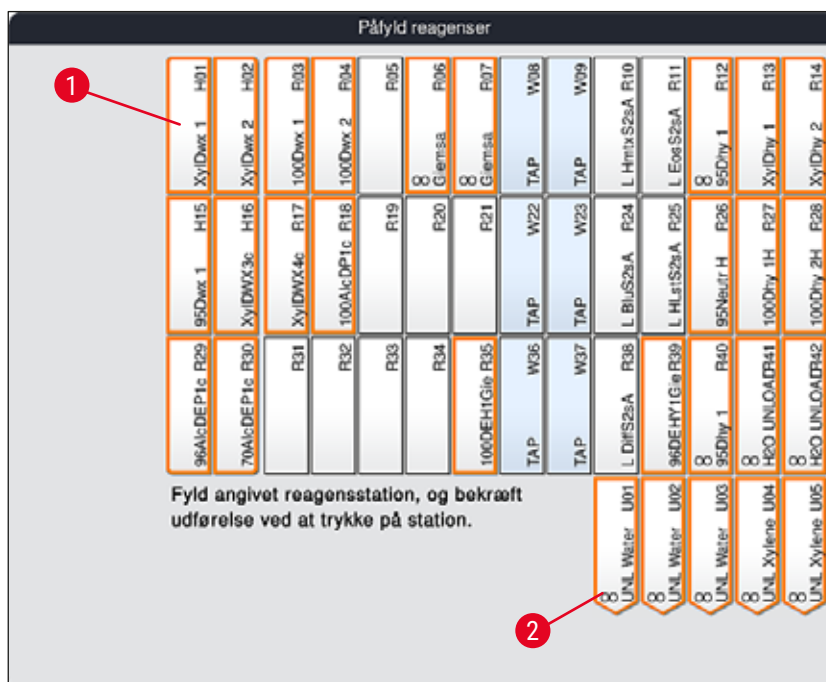

Fig. 56
2. I det nye vindue **Påfyld reagenser** (→ "Fig. 56") er de stationer, som skal fyldes, markeret med orange (→ "Fig. 56-1").
Kun brugerdefinerede og tilføjede reagenser fra Leica-farvningsprogrammer vises med orange markering (→ "Fig. 56"). Derefter scannes reagenserne fra Leica-reagenssættet (→ S. 82 – Påfyldning af Leica-reagenssæt-reagenser).